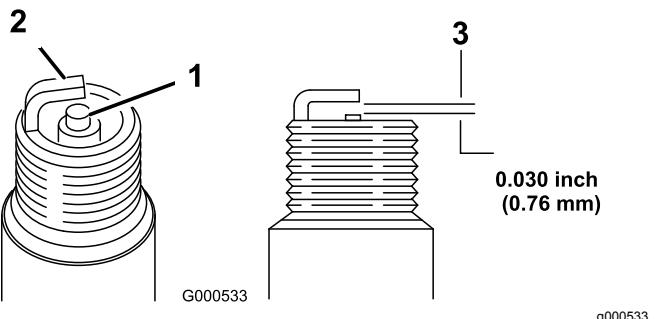

Bild 31
5. Stellen Sie den Elektrodenabstand auf 0,76 mm ein, siehe Bild 31.